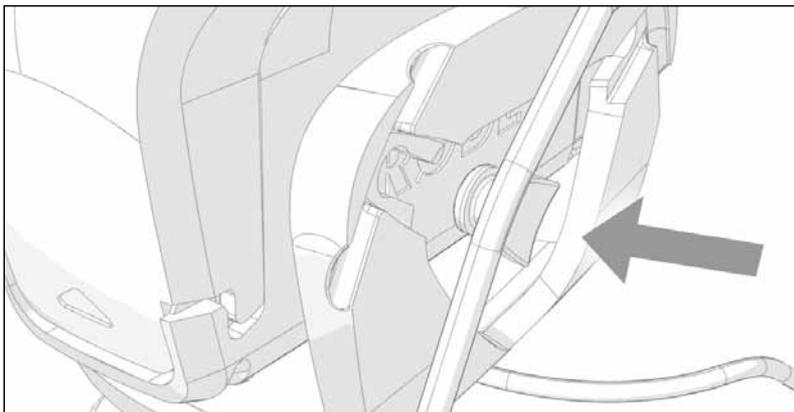

Abb. 13 – Als letztes befestigt man den Rahmen der elastischen Halterung
7. Jetzt müssen Sie nur noch den Rahmen der elastischen Halterung befestigen. Wie Sie unschwer sehen können, brauchen Sie zu diesem Zweck lediglich den mittleren Teil jedes Gummibands von außen auf die entsprechenden Aussparungen am Rahmen aufzusetzen und dann bündig in die Ecken der Ösen zu schieben, (Abb. 13).